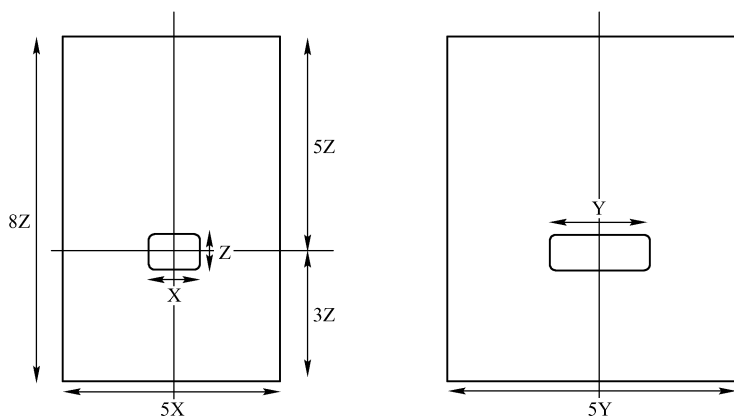

图 7-92 吊装
(2) 吊装
- 构建包裹设备的外壳，将模型放在外壳的水平中心。外壳的尺寸基于模型尺寸，如图 7-92 所示。
- 侧视图和正视图如图 7-92 所示。